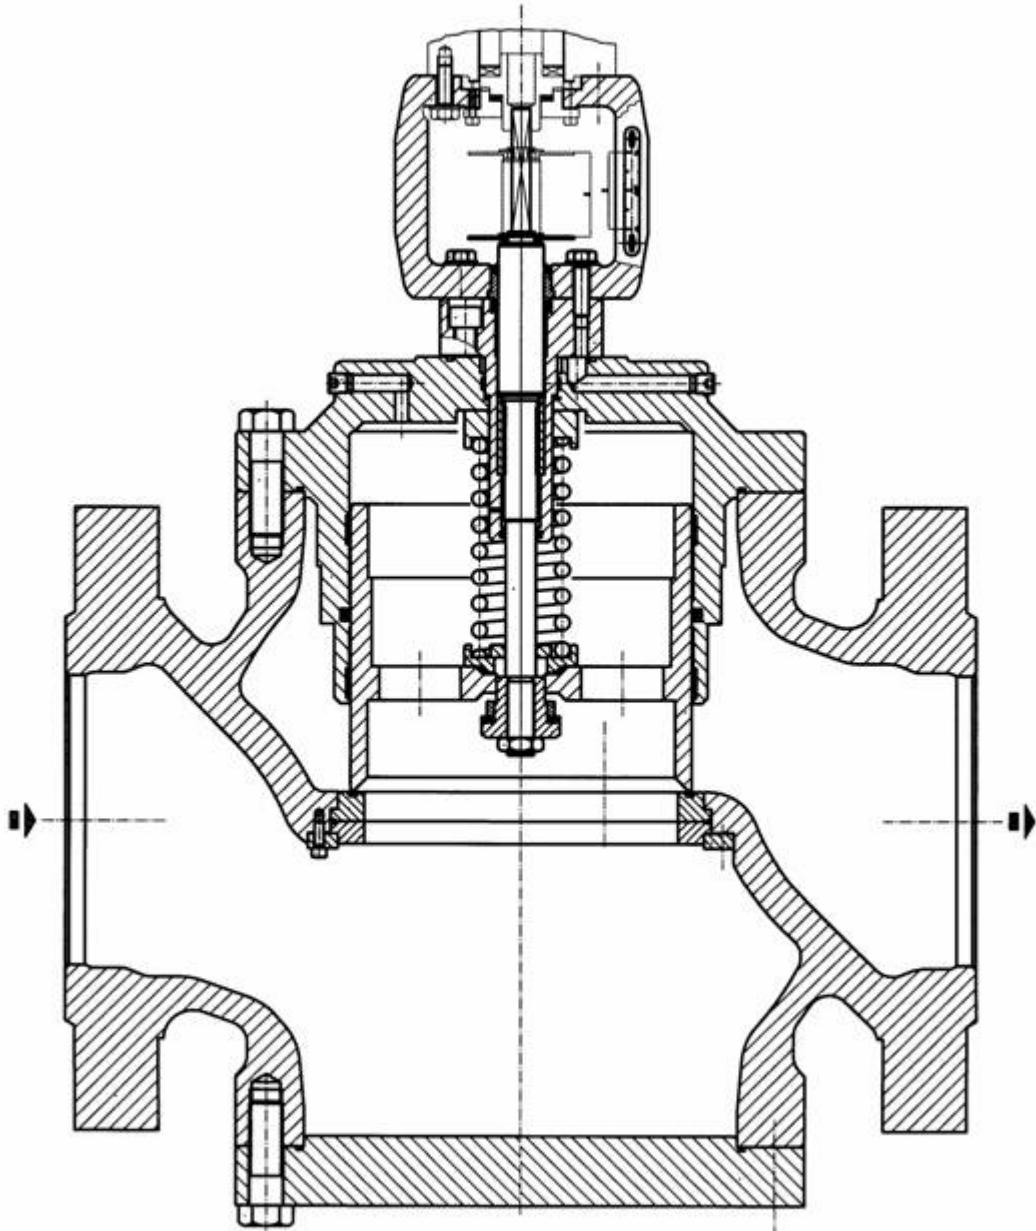

Figura 2
**SYNCROFLUX** ( a comando elettrico , vedi figura 2 ).